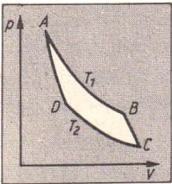

Bild 60
- 6.15** Mit 10,0 l Luft, die unter einem Druck von 1,80 MPa steht, ist ein Carnot-Prozeß zwischen 400 °C und 20 °C durchzuführen. Nach der isentropen Expansion muß das Volumen des Gases 100 l betragen. Bild 60 soll den Vorgang veranschaulichen. Berechnen Sie 1. das Volumen im Zustand B, 2. den Druck im Zustand B, 3. den Druck im Zustand C, 4. das Volumen im Zustand D, 5. den Druck im Zustand D und 6. den Wirkungsgrad.